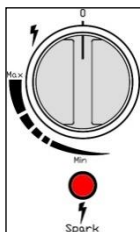

Figura 11
- Manteniendo la perilla en posición, **presione el botón de encendido rojo debajo de la perilla hasta que se encienda el piloto** (Figura 11)
NOTA - Para apagar, gire la perilla a 0 = ZERO (Figura 11).
Con el dispositivo de piloto encendido, gire la perilla hacia MAX o MIN como en la placa (Figura 11) hasta obtener el nivel deseado de comodidad.